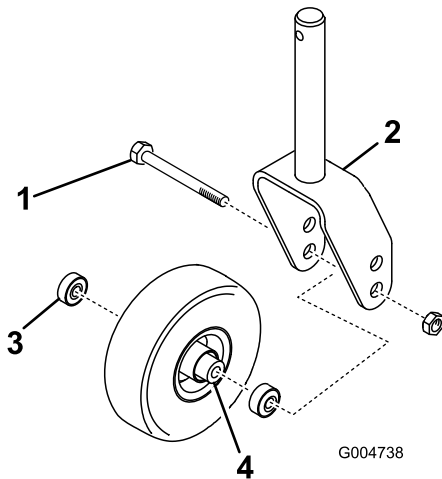
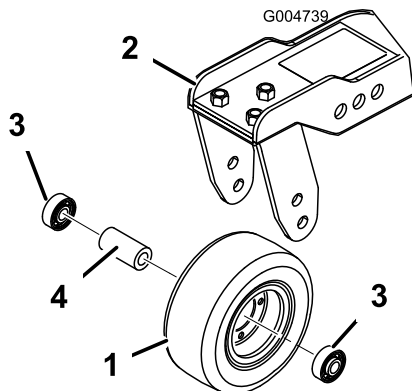

Figura 87
Figura 88
1. Retire la contratuerca del perno que sujeta el conjunto de la rueda giratoria entre la horquilla (Figura 87) o al brazo de pivote (Figura 88).
2. Retire el cojinete de la rueda y deje que se caiga el suplemento del cojinete (Figura 87 y Figura 88).